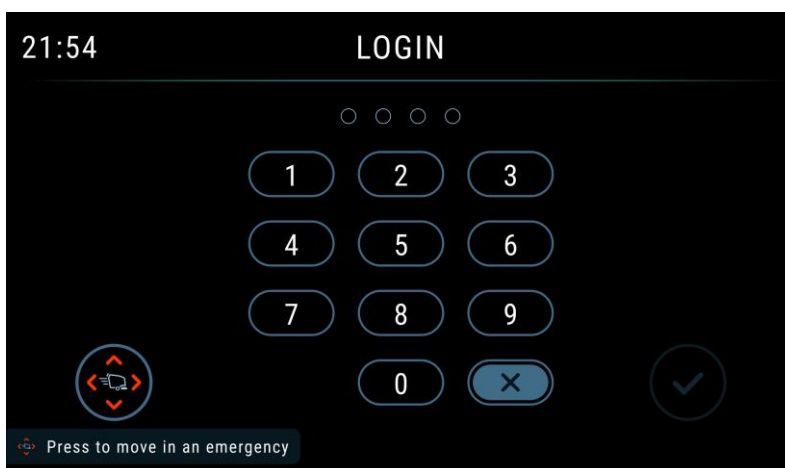

Figura 1
2. După repornirea mașinii, mașina va intra în interfața de conectare cu parolă prezentată în Figura 1, apoi introduceți parola pentru a porni mașina.